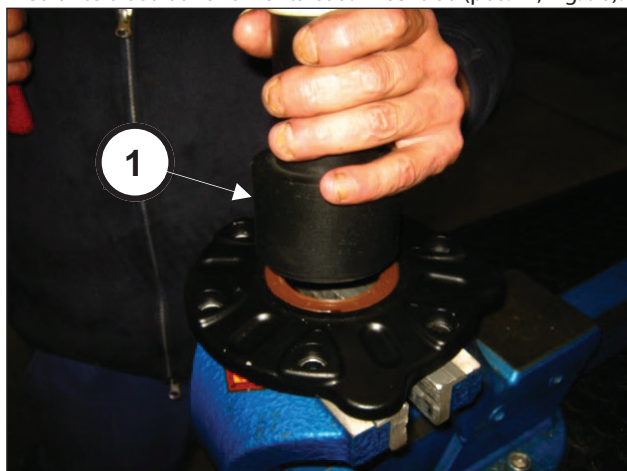

Fig. 90
Insira a junta do óleo no interior da tampa do pinhão, mediante o uso da ferramenta cód. 27634900 (pos. ①, Fig. 90).